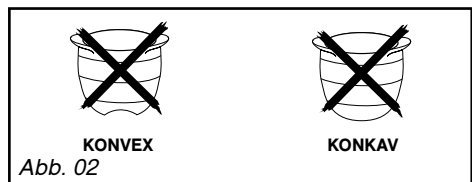

Abb. 02
– Kein Gefäß mit konkavem oder konvexem Boden verwenden (Abb. 02).